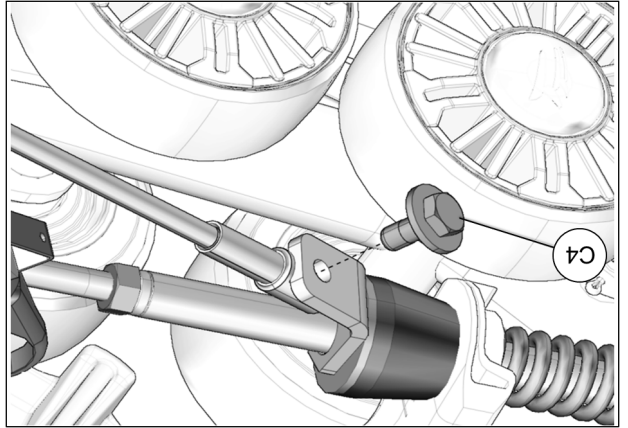

Fig. 26
14. Tourner légèrement le volant dans le sens contraire jusqu'à ce que le câble puisse être fixé à la plaque de support en utilisant le boulon (C4) fourni. Serrer à un couple de 35 N•m [24 lb•pi]. Voir la Fig. 26. Effectuer le même exercice du côté droit.